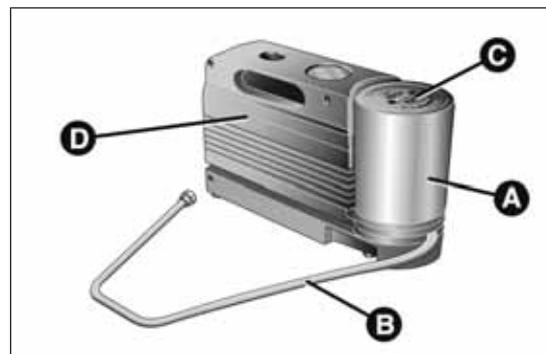

fig. 23
- una bombona aerosol A fig. 23 con líquido sellador, dotada de: